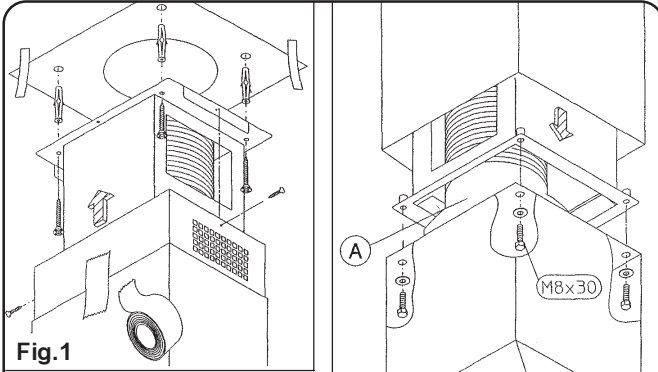

Fig.2
Для использования данной функции подсоединить раздвижную трубу из невозгораемого материала Ш150 мм к потолку и затем соединить ее с патрубком «А» **рис. 2**.
- 6) поднять вытяжку и, прикрепив трубу Ш 150 мм к патрубку «А» при помощи хомута, прикрепить ее к раздвижной структуре при помощи 4 винтов и шайб **рис. 2**.
- 3) прикрепить раздвижную трубу Ш 150 мм из невозгораемого материала к патрубку «В» при помощи хомута **рис. 5**, который затем соединяется с патрубком «А» **рис. 2**.
Per poter utilizzare questa funzione munirsi di un tubo estensibile non combustibile \varnothing 150 mm da collegare al soffitto, che andrà successivamente collegato al raccordo "A" **fig2**
- 6) sollevare la cappa, e dopo aver bloccato il tubo \varnothing 150 mm al raccordo "A" tramite una fascetta, fissarla alla struttura telescopica con le 4 viti e rondelle **fig2**.
- 3) collegare un tubo estensibile non combustibile \varnothing 150mm al raccordo "B", tramite una fascetta, che andrà successivamente collegato al raccordo "A" **fig2**